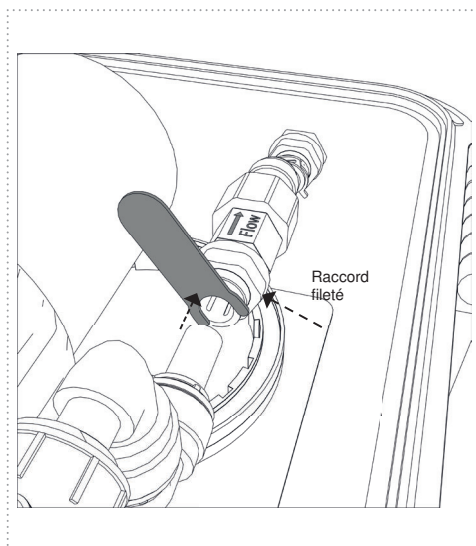

Figure 30
6. Desserrez le raccord à visser fileté à l'aide de l'outil de desserrage (Fig. 30)